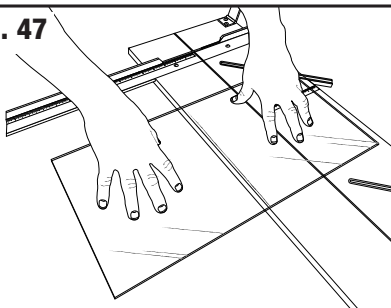

Fig. 48
1. Loosen wheel shaft knob (**Fig. 48**).